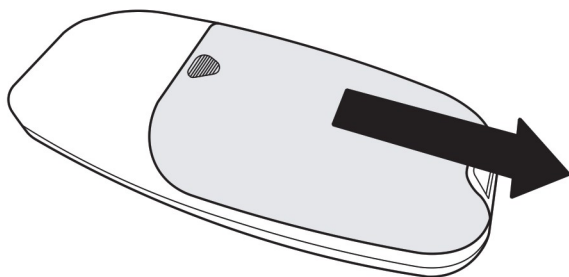

Fig. 15
Para finalizar la instalación eléctrica, conecte el cable de datos (4) entre los puertos correspondientes (Fig. 15.DAT) en las unidades de control electrónico (2). Asegúrese de que esté bien colocado.